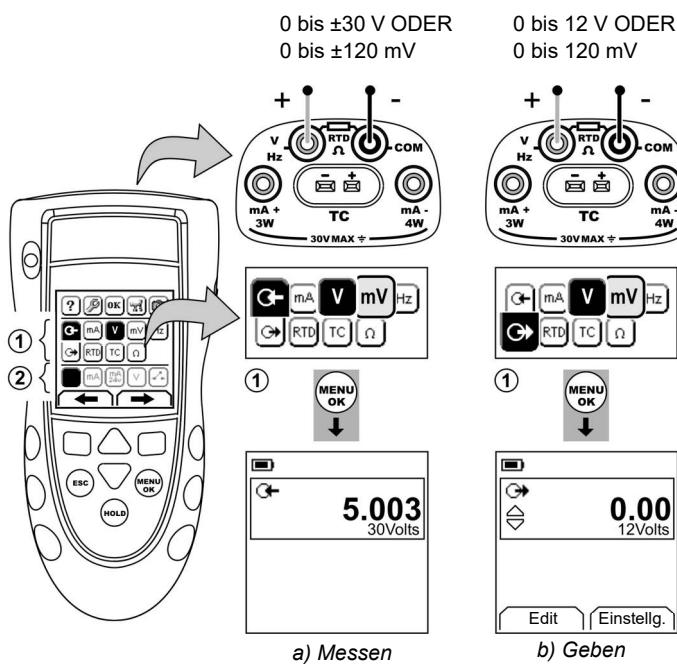

Abbildung 4: Beispielkonfiguration: Messen/Geben von Volt oder mV (Bereich ①)
1. Schließen Sie das Gerät an (Abbildung 4/5) und ändern Sie ggf. die Option Konfig. (Tabelle 1).
- Hinweis: Mithilfe des Bereichs der Dualfunktion (②) können Sie zwei Vorgänge gleichzeitig ausführen. Wenn keine Auswahl in Bereich ② erforderlich ist, deaktivieren Sie diesen Bereich (■). Auf diese Weise werden die Batterien gespart.